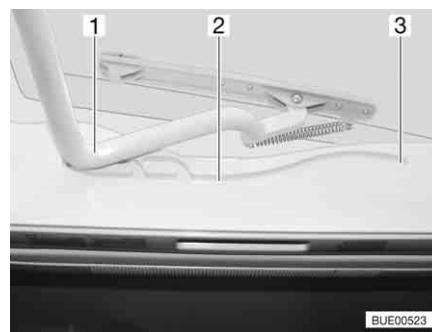

Fig. 67 Lanterneau Heki, glissière
- Tirer l'étrier (Fig. 67,1) dans les glissières (Fig. 67,2) jusque dans la position la plus reculée (Fig. 67,3).
- Pousser l'étrier (Fig. 67,1) légèrement vers le haut avec les deux mains.
- Tirer l'étrier dans les glissières (Fig. 67,2) jusqu'à la position souhaitée.